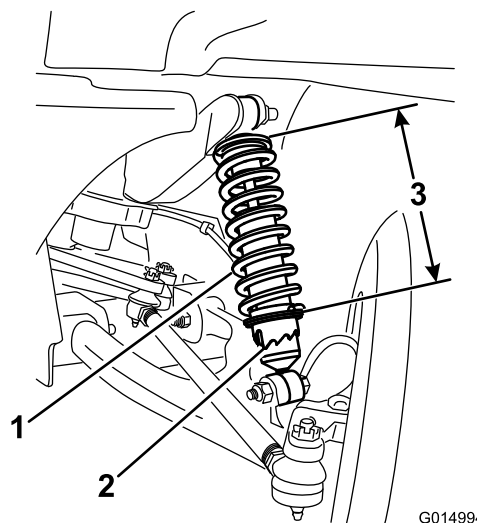

Figura 42
3. Usando la herramienta Toro 6010, gire el collarín del amortiguador para variar la longitud del muelle (Figura 42).